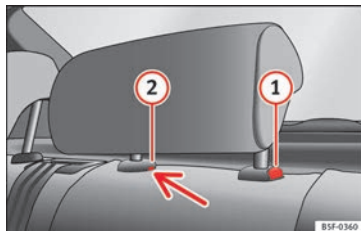

Abb. 150 Hintere Kopfstütze in der Mitte: Entriegelungsstelle.
- Zum Einstellen der Kopfstütze auf eine niedrigere Höhe die Taste  »» **Abb. 150** und diese nach unten schieben.
- Drücken Sie die Taste  »» **Abb. 150**, und gleichzeitig mit einem Schlitzschraubendreher (Breite max. 5 mm) in die Öffnung der Verriegelung  »» **Abb. 150** und ziehen Sie die Kopfstütze heraus.